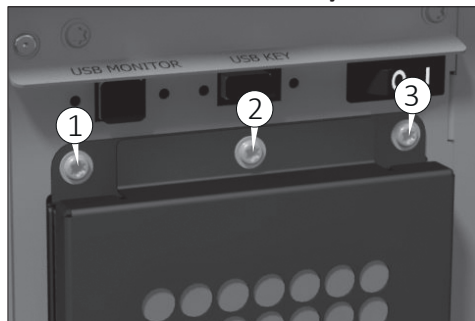

Fig. 27
- 2) Desaparafusar os parafusos (1,2 e 3 Fig. 27) utilizando uma chave de fendas Torx T20.